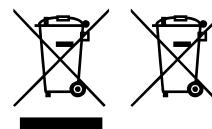

Fig. 1 Fig.2
4. символ (перечеркнутая мусорная корзина на колесиках - Рис.1), даже если он указан на продукте или на упаковке, указывает на то, что оборудование следует утилизировать отдельно в конце срока службы;